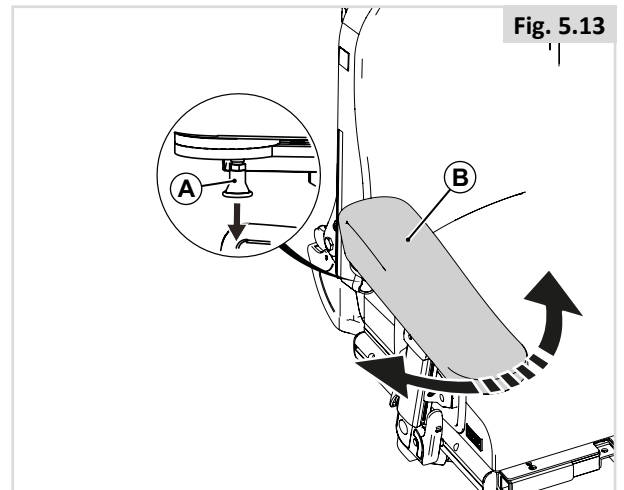

Fig. 5.13
5.8 Reposabrazos para hemiplejia (Fig. 5.13)